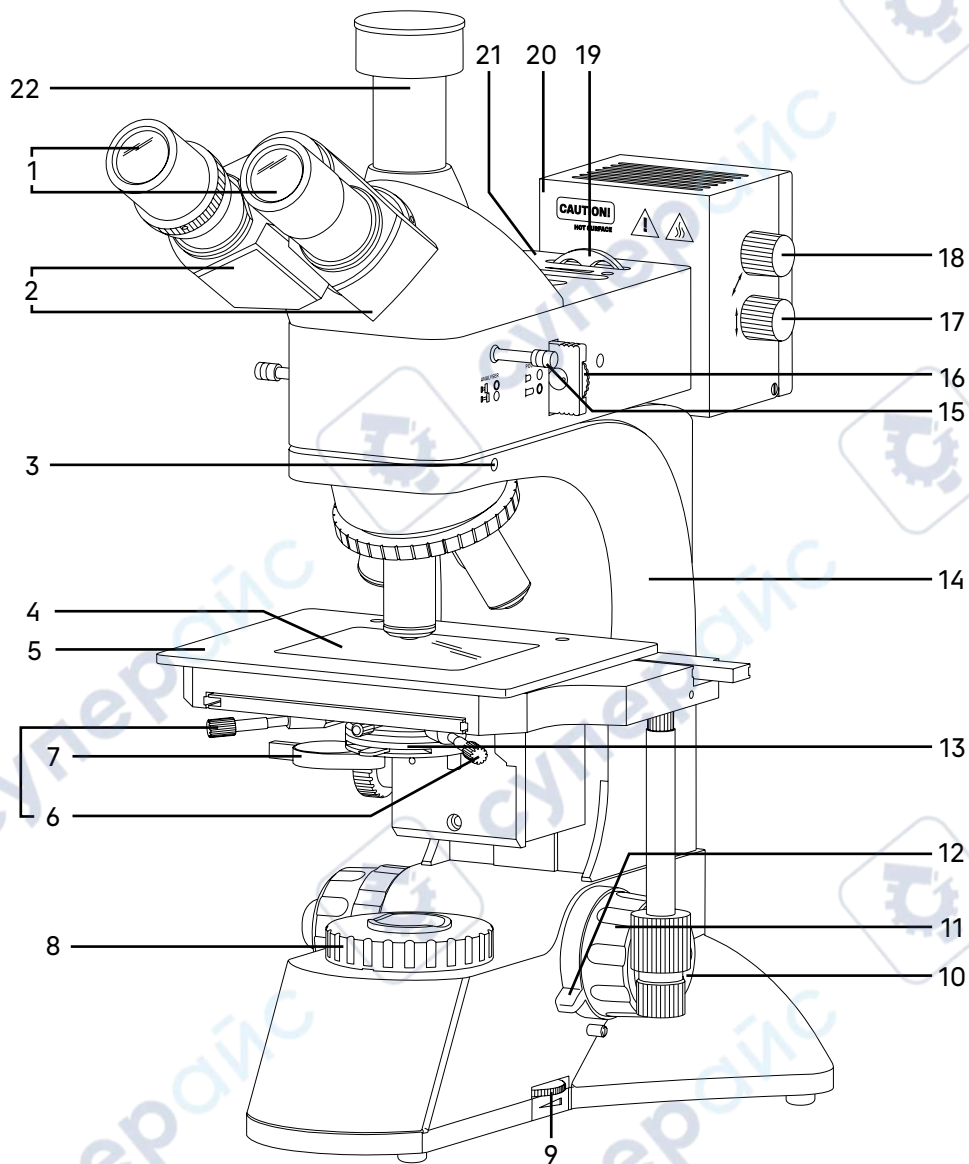
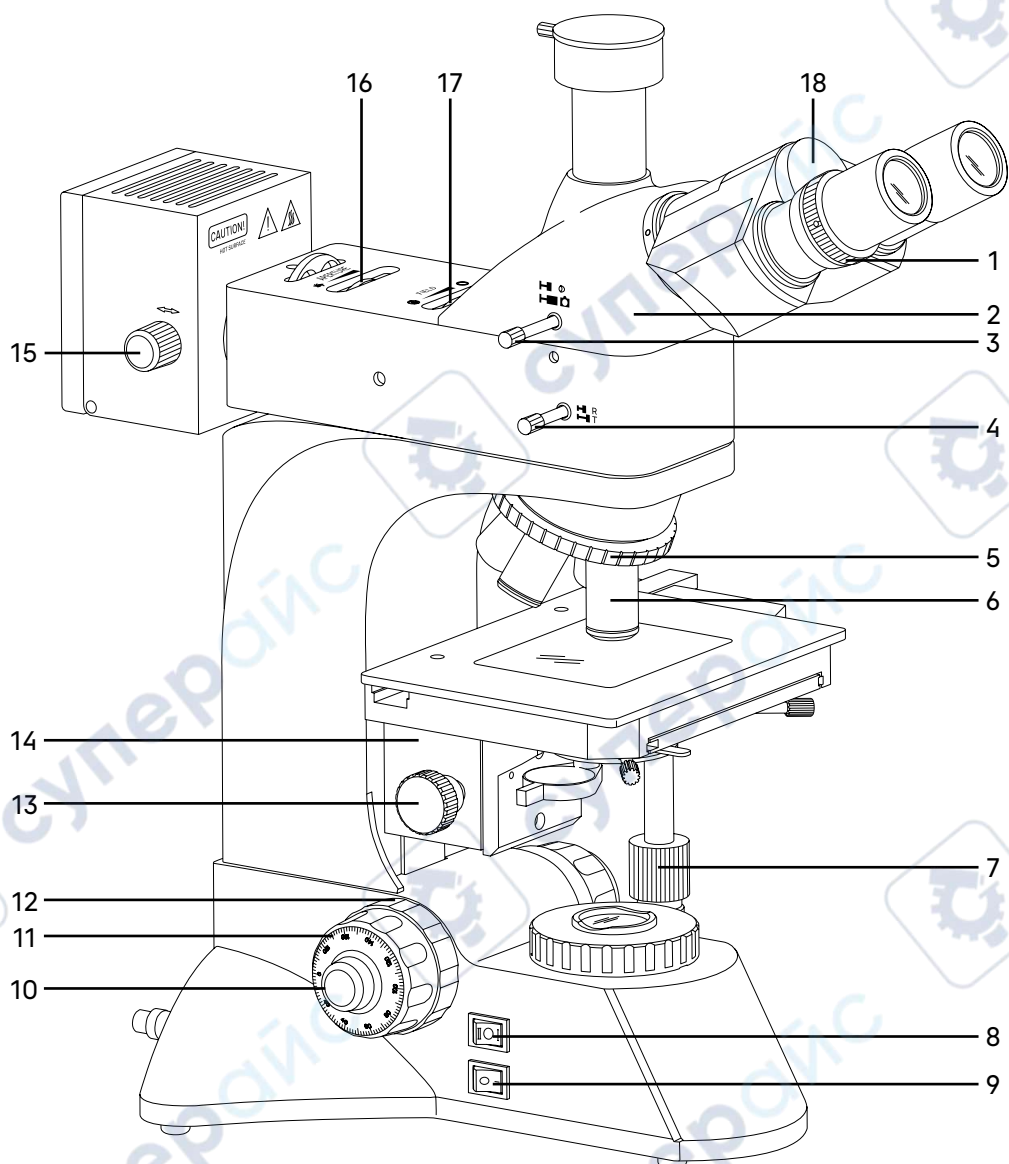

Рис. 1. Микроскоп MAGUS Metal 600 | 600 BD. Вид справа
Рис. 2. Микроскоп MAGUS Metal 600 | 600 BD. Вид слева
Общий вид микроскопа представлен на рис. 1, 2 и 3.
На штативе 14 (рис. 1) закреплены:
- револьверное устройство 5 (рис. 2) с объективами 6 (рис. 2);
- предметный столик 5 (рис. 1);
- кронштейн конденсора 14 (рис. 2).
На левой боковой поверхности основания расположен выключатель электропитания 9 (рис. 2). В положении «—» включается, а в положении «0» выключается сетевое напряжение.
Также на левой боковой поверхности основания расположен переключатель осветителя проходящего/отраженного света 8 (рис. 2). В положении «I» включается осветитель проходящего света, а в положении «II» включается осветитель отраженного света.
На правой боковой поверхности основания расположен диск регулировки яркости осветителя 9 (рис. 1).
Фокусировка на объект осуществляется перемещением по высоте предметного столика 5 (рис. 1). Грубая фокусировка производится вращением коаксиальных рукояток 11 (рис. 1 и 2), расположенных по обеим сторонам штатива.
Тонкая фокусировка производится вращением рукояток 10 (рис. 1 и 2), расположенных по обеим сторонам штатива. Тонкая фокусировка требуется для более точной фокусировки на объект и для подфокусировки микроскопа на резкость изображения при смене объективов.
Механизм регулировки жесткости хода грубой фокусировки 12 (рис. 2) – кольцо между штативом и рукояткой грубой фокусировки с левой стороны. С помощью кольца регулируется жесткость хода грубой фокусировки таким образом, чтобы жесткость была комфортной для пользователя, но при этом предметный столик не опускался самопроизвольно во время работы.
Механизм блокировки грубой фокусировки 12 (рис. 1) расположен с правой стороны. После завершения грубой фокусировки рекомендуется перевести рычаг в крайнее положение в направлении по часовой стрелке. Благодаря этому закрепится положение грубой фокусировки для быстрой рефокусировки после смены объекта.
Насадка 2 (рис. 2) обеспечивает визуальное наблюдение изображения объекта.
Изменение межзрачкового расстояния в насадке осуществляется разворотом окулярных тубусов 2 (рис. 1) в пределах 48–75 мм. Значение расстояния, установленного в соответствии с глазной базой наблюдателя, отсчитывается по шкале на визуальной насадке 18 (рис. 2).
Механизм диоптрийной подвижки на левом окулярном тубусе служит для компенсации аметропии глаз наблюдателя. Регулировка осевого положения окуляра производится кольцом 1 (рис. 2). Второй окулярный тубус насадки неподвижный.
В вертикальный тубус 22 (рис. 1) корпуса визуальной насадки (канал визуализации) для фиксации камеры (видеоокуляра) устанавливается переходник C-mount. Камера служит для вывода изображения на экран компьютера или монитор/телевизор. Переключение светового потока на вертикальный тубус производится рукояткой 3 (рис. 2). Рукоятка имеет два положения: 100/0 и 0/100.
В комплект микроскопа входят окуляры 1 (рис. 1). Окуляры имеют высокое положение выходного зрачка и предназначены для работы как в очках, так и без них.
Револьверное устройство 5 (рис. 2) обеспечивает установку пяти объективов 6 (рис. 2). Смена объективов производится вращением револьверного устройства за рифленую поверхность до фиксированного положения.
Двухкоординатный предметный столик 5 (рис. 1) обеспечивает перемещение объекта в двух взаимно перпендикулярных направлениях с помощью рукояток 7 (рис. 2), расположенных на одной оси.
Размеры предметного столика 210 мм x 140 мм. Диапазон перемещения предметного столика составляет 75 мм по оси X и 50 мм по оси Y. Стеклопрозрачная вставка в предметный столик 4 (рис. 1) обеспечивает возможность работы с прозрачными и полупрозрачными объектами.
Конденсор 13 (рис. 1) установлен в кронштейн 14 (рис. 2) под предметным столиком микроскопа. Тип крепления конденсора – «под винт». Перемещение конденсора вдоль оптической оси микроскопа осуществляется с помощью рукоятки перемещения кронштейна конденсора 13 (рис. 2), расположенной слева от наблюдателя под столиком микроскопа. Диапазон перемещения конденсора – не менее 13 мм.
Питание лампы осуществляется от сети переменного тока через источник электропитания, расположенный внутри штатива. Включение осветителя осуществляется с помощью выключателя 9 (рис. 2) и переключателя 8 (рис. 2). Регулировка яркости осуществляется диском 9 (рис. 1).